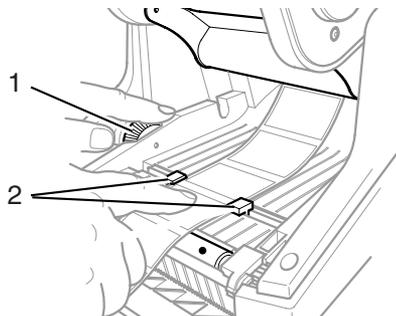

Figura 17, Guias de Alinhamento
5. Faça passar o material debaixo do módulo de impressão, debaixo das guias (**Figura 17, 2**) e faça avançar através da ranhura no painel de controlo.
6. Rode a roda indicadora verde na esquerda (**Figura 17, 1**) para ajustar as guias para que se posicionem adequadamente contra as etiquetas. Não aperte excessivamente as guias para não amassar as etiquetas.